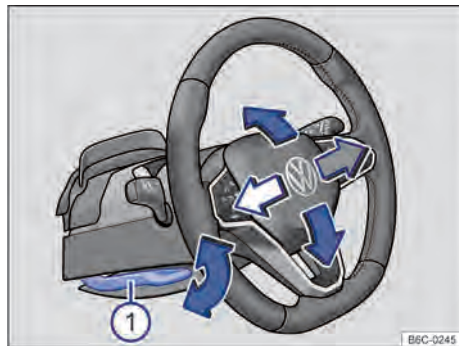

Fig. 62 Debajo y a la izquierda del volante junto con el revestimiento de la columna de dirección: palanca de ajuste de la posición del volante.
- Empujar la palanca hacia abajo sosteniéndola por su empuñadura → fig. 62 ①.